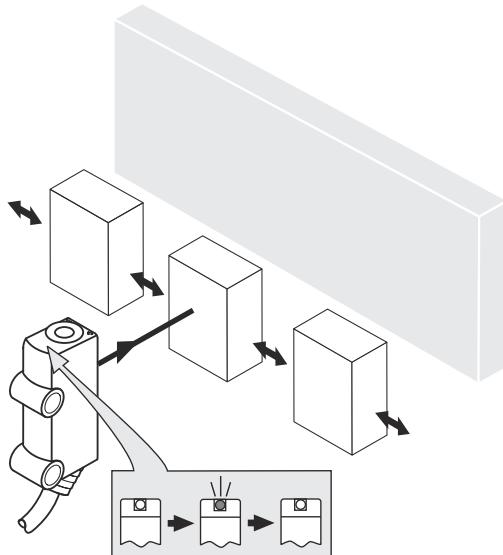

Figura 4: Sentido preferente
4. Respetar la orientación preferente del objeto con respecto al sensor. véase figura 4, página 44